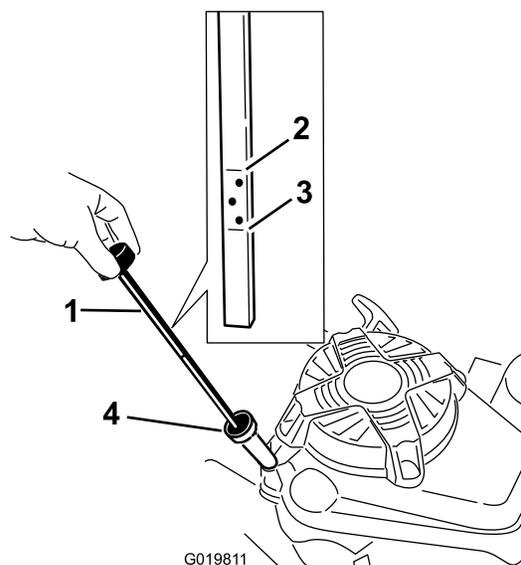

Figura 14
Antes de cada utilização, assegure que o nível de óleo se encontra entre as marcas Add e Full na vareta (Figura 14).
2. Limpe em redor da vareta (Figura 14).
6. Leia o nível de óleo na vareta (Figura 14).